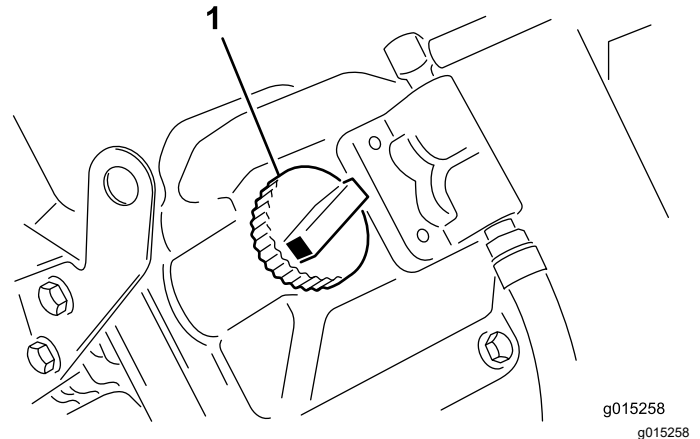

Figura 9
5. Si el nivel de aceite está por debajo de la marca Llento, retire el tapón de llenado y añada aceite hasta que el nivel llegue a la marca Llento de la varilla (Figura 9).